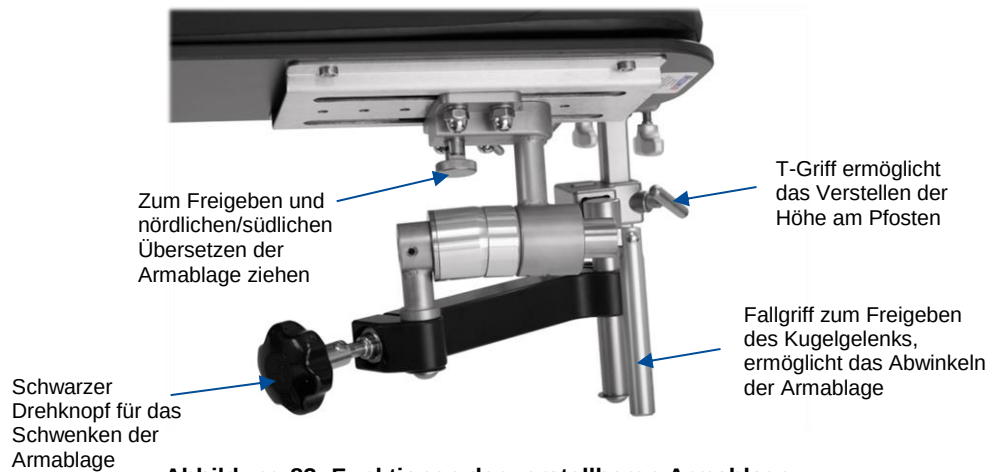

Abbildung 83: Funktionen der verstellbaren Armablage
36. Die Arme des Patienten positionieren und die verstellbaren Armablagen nach Bedarf verstellen. Die Arme in den Schaumstoff-Armschalen lagern. Das V der Schale sollte an der Ellenbeuge des Patienten anliegen. Die Armablage nach Bedarf übersetzen, anheben, absenken oder abwinkeln und anschließend arretieren (Abbildung 83). Bestätigen, dass sämtliche T-Griffe sowie der Fallgriff festgezogen sind. Bestätigen, dass die Arme des Patienten so positioniert sind, dass die Flexion an Schulter und Ellenbogen nicht mehr als 90 Grad beträgt. Zum Fixieren der Arme die bereitgestellten Velcro®-Klettverschlussgurte der Armablagen verwenden.